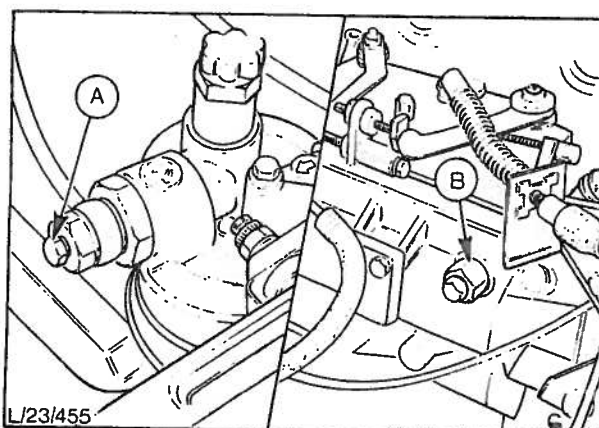

Fig. 54 Utluftningspunkter i innsprøytnings-systemet.
9. Luft det komplette innsprøytningsystemet, fig. 54. Se operasjon 23 142.